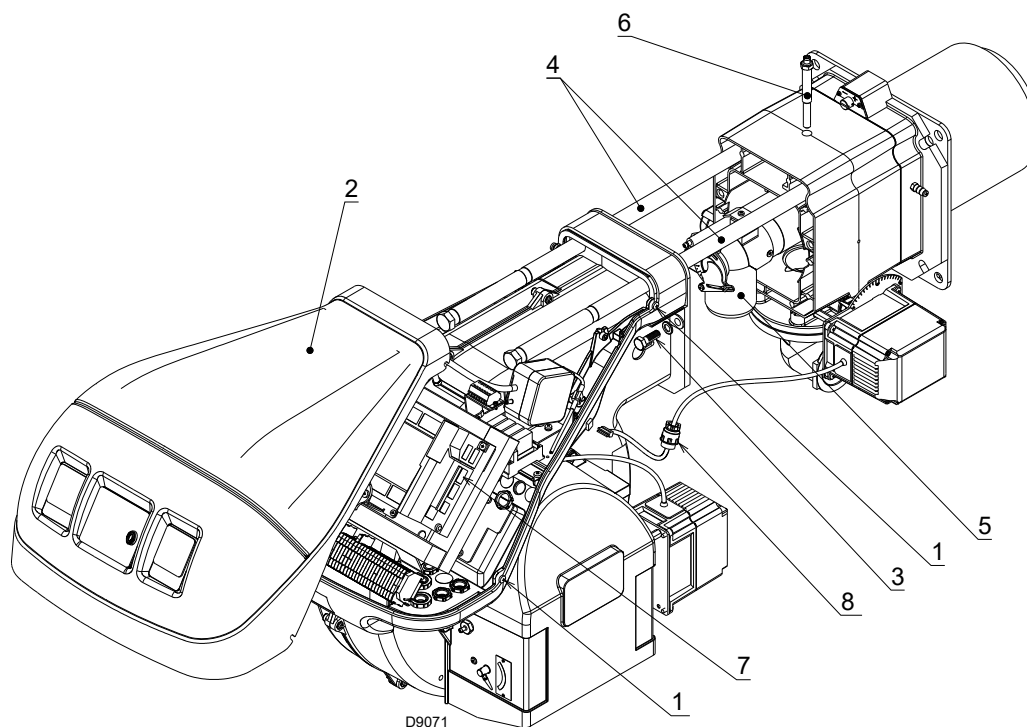

Fig. 35
- Slăbiți cele 4 șuruburi 1)(Fig. 35) și scoateți capota 2;
- conectați fișa servomotorului 7)(Fig. 35) și înșurubați presetupa cablului 8);